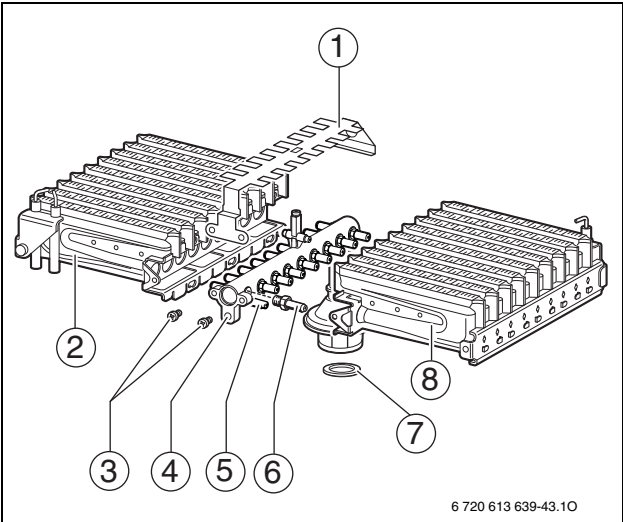

Fig. 36
- ▶ Démonter le brûleur (→ fig. 36, pos. 2 et 8 /→ chap. 12.2.1).
- ▶ Remplacer les injecteurs (6).
- ▶ Démonter le brûleur (→ fig. 36, pos. 2 et 8).